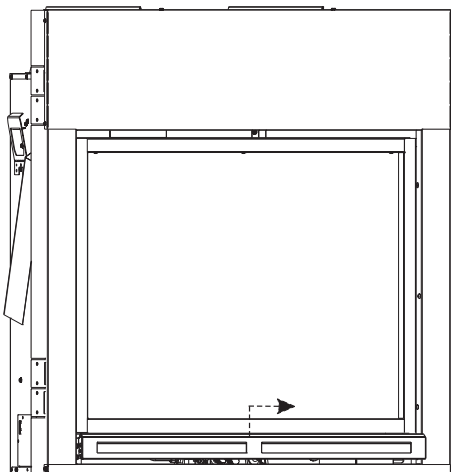

Figure 17
1. S'assurer que l'alimentation est coupée. Incliner et retirer le panneau inférieur. Voir Figure 17.